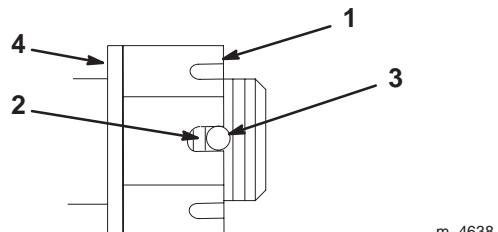

Figure 59
3. Serrez le boulon crénelé à 170 Nm (Fig. 59).
4. Contrôlez la distance entre la base de la fente de l'écrou et le bord intérieur du trou. On ne doit pas voir plus de deux filets (Fig. 59).
5. Si plus de deux filets sont visibles, enlevez l'écrou et placez une rondelle entre le moyeu et l'écrou (Fig. 59).
6. Serrez le boulon crénelé à 170 Nm (Fig. 59).
7. Serrez l'écrou jusqu'à ce que le jeu de fentes suivant soit en face du trou de l'axe (Fig. 59).